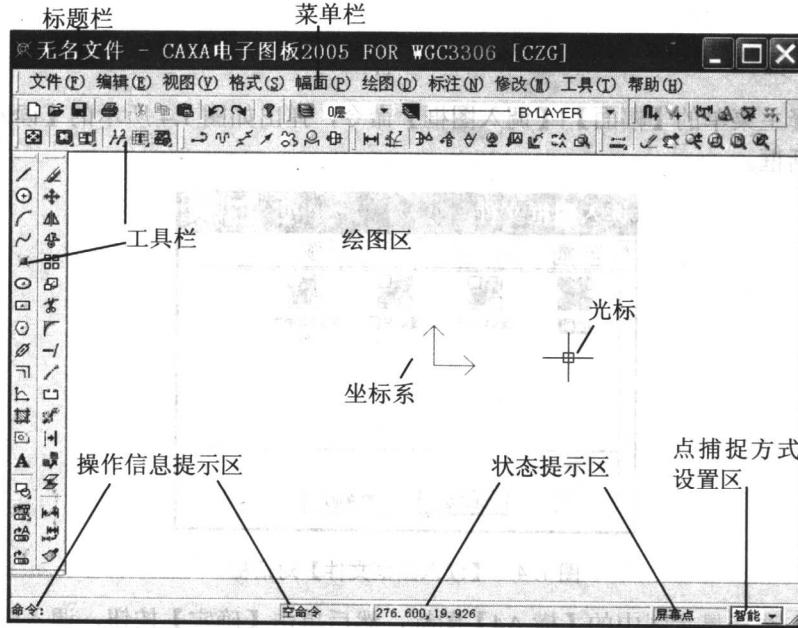

图 1.2 CAXA 电子图板 2005 绘图环境
- (2) 进入 CAXA2005 绘图环境时，系统自动建立新文件，标题栏中显示电子图板图标和“无名文件”字样，如图 1.2 所示。